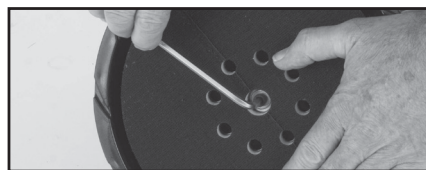

Fig. 11
- Sujete la almohadilla de refuerzo con la palma de una mano y afloje el tornillo de cabeza hueca usando la llave hexagonal de 5 mm suministrada con la otra mano. (Fig. 11)